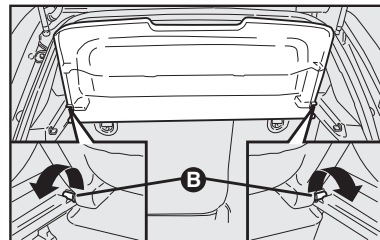

fig. 115
2) Desencaixar os pinos de articulação da cobertura do porta-malas **B-fig. 115** de suas sedes e removê-la.